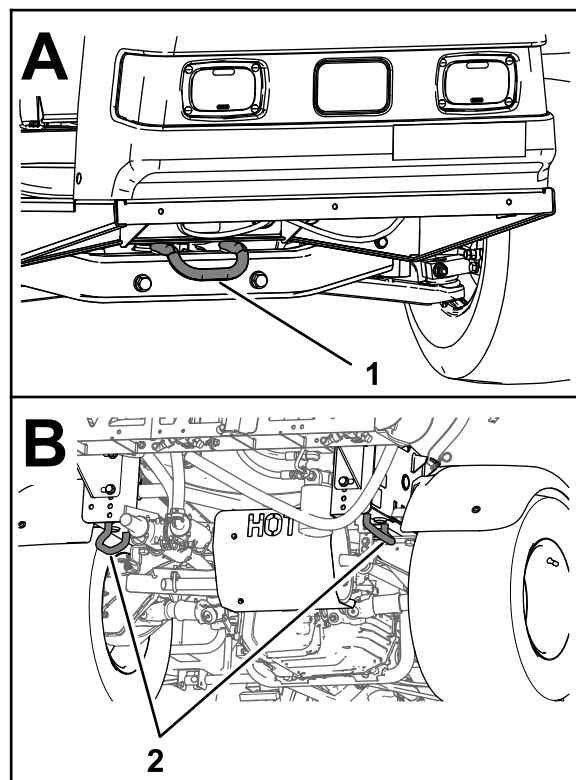

Figure 34
- Arrimez solidement la machine sur le véhicule de transport ; la Figure 34 montre les points d'attache de la machine.